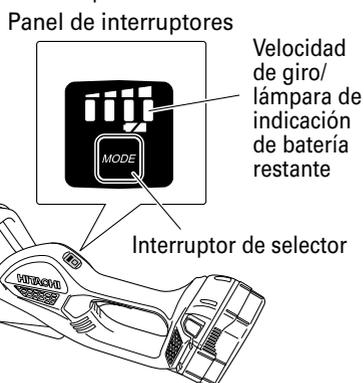

Fig. 8
5. Indicador de batería restante (Fig. 8)